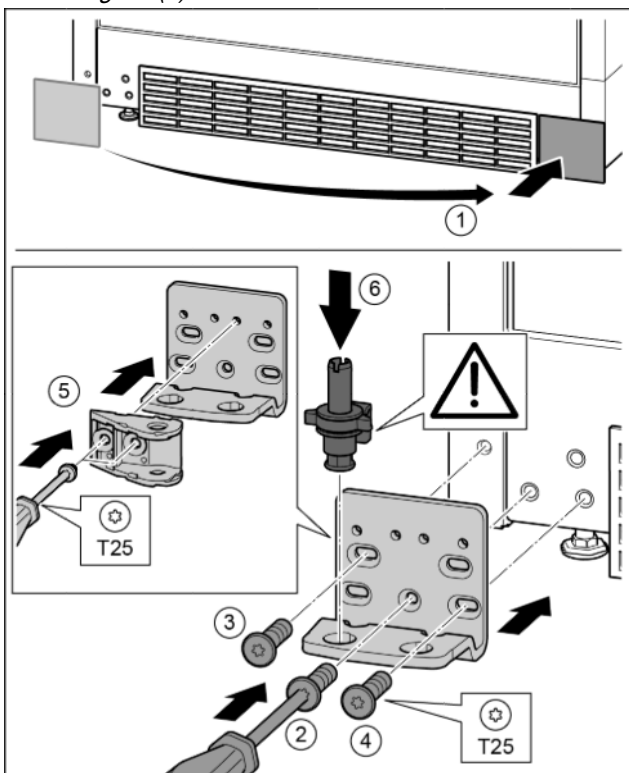

Fig. 28
- ▶ Снять крышку и поставить с другой стороны. *Fig. 28 (1)*
- ▶ Установить опорный кронштейн с другой стороны и прикрутить с помощью отвертки T25. Начинать с винта 2 в центре. *Fig. 28 (2)*
- ▶ Затянуть винты 3 и 4. *Fig. 28 (3, 4)*
- ▶ Повернуть навеску двери на 180°. Прикрутить с другой стороны опорного кронштейна с помощью отвертки T25. *Fig. 28 (5)*
- ▶ Снова установить опорный палец в сборе. При этом следить за тем, чтобы выступ фиксатора был направлен назад. *Fig. 28 (6)*